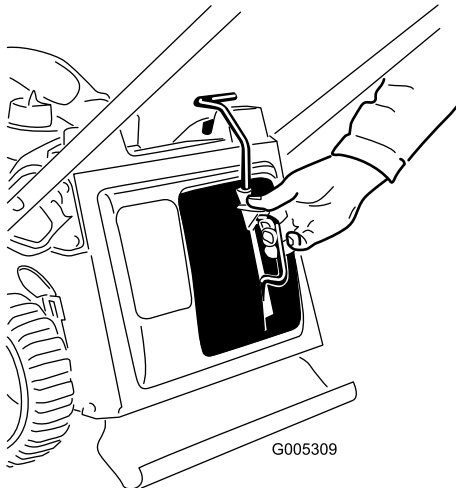
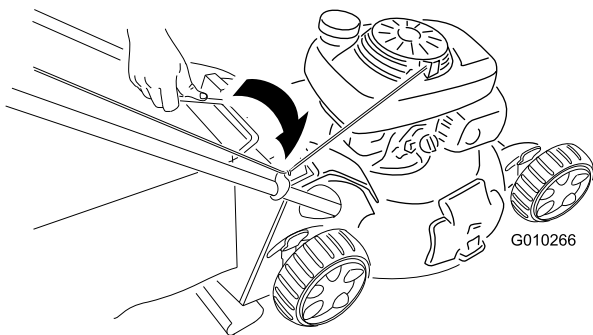

Figure 18
Figure 19
1. Montez l'obturateur de mulching (Figure 18) ou le bac à herbe (Figure 19) sur la machine.